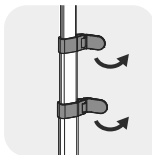

图1
- 拉伸伸缩杆，以确保每一段（共3段）都完全展开，再锁紧杆锁扣(图1、2)。